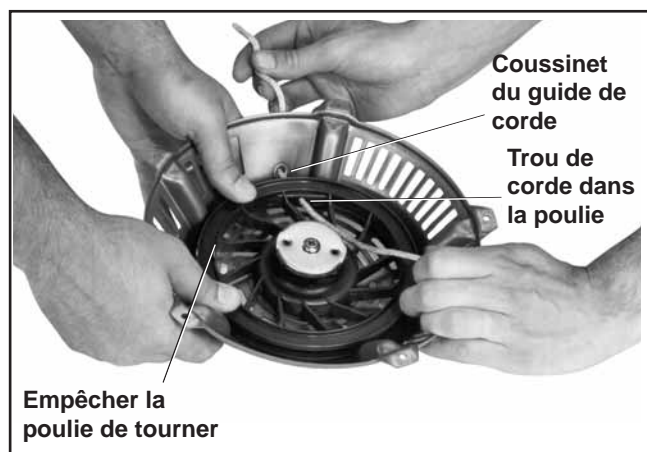

Figure 7-4. Installation de la corde.
9. Insérer la corde neuve à travers le trou de la poulie du démarreur et le coussinet du guide de corde du carter du démarreur. Voir la figure 7-4.